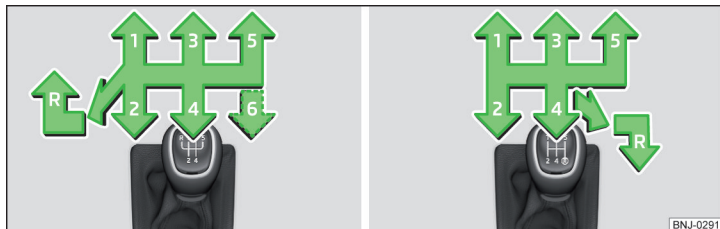

Рис. 119 Схема переключення: Варіант 1 (5- /6-ступенева коробка передач)/варіант 2 (5-ступенева коробка передач з двигуном 1,0 л MPI)
На важелі перемикання передач зображено схему перемикання для окремих передач » Рис. 119.
- » Натисніть на важіль перемикання передач вниз, повністю поверніть його ліворуч, а потім вперед у положення **R**.» Рис. 119